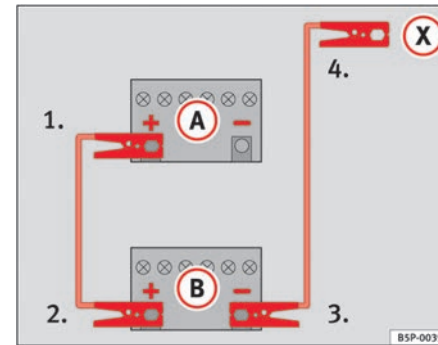

Abb. 172 Schema für das Anklemmen der Starthilfekabel
In der ⇒ Abb. 172 ist (A) die entladene Batterie und (B) die stromgebende Batterie.
1. Klemmen Sie ein Ende des roten Starthilfekabels an den Pluspol ⇒ Abb. 172 (+) des Fahrzeugs mit der entladene Batterie ⇒ ⚠.